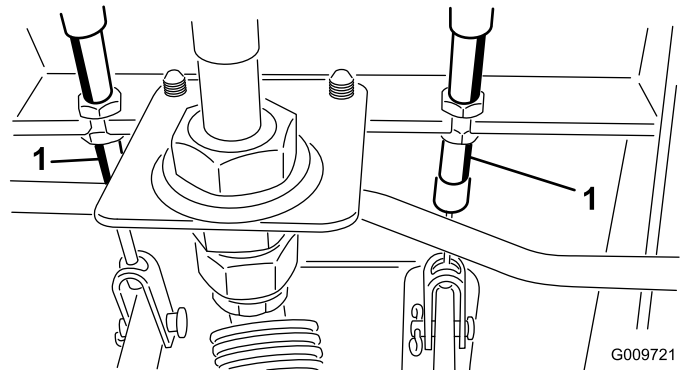

Figura 92
- A. Allentate il dado anteriore sull'estremità filettata del cavo del freno (Figura 92).